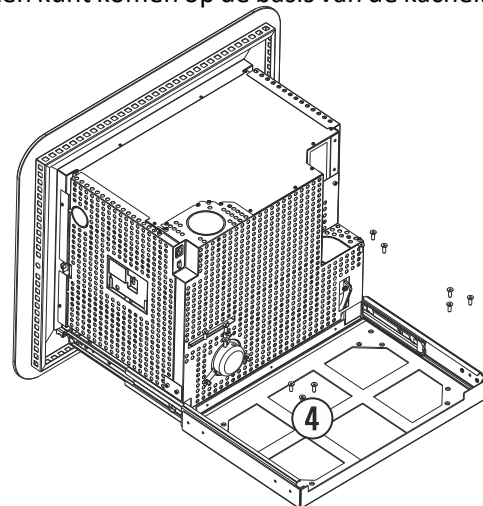

Figuur 9
4.15. Aanbrengen van 4 poten die samen een rechthoek vormen met de zij- en voorsteunen zoals aangegeven in figuur 9.